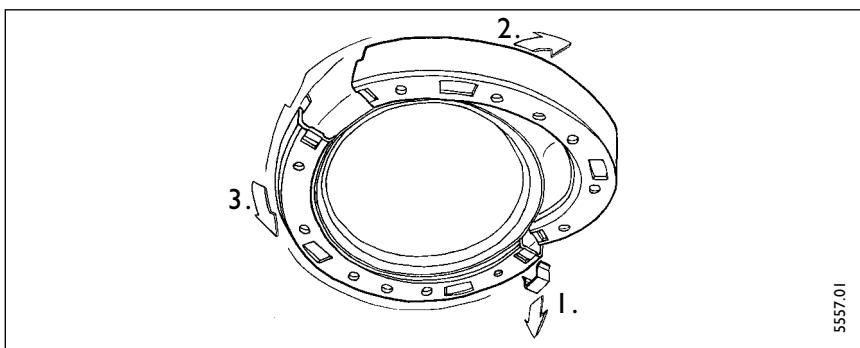

рис. 17
- Демонтаж фланца - см. рис. 17.